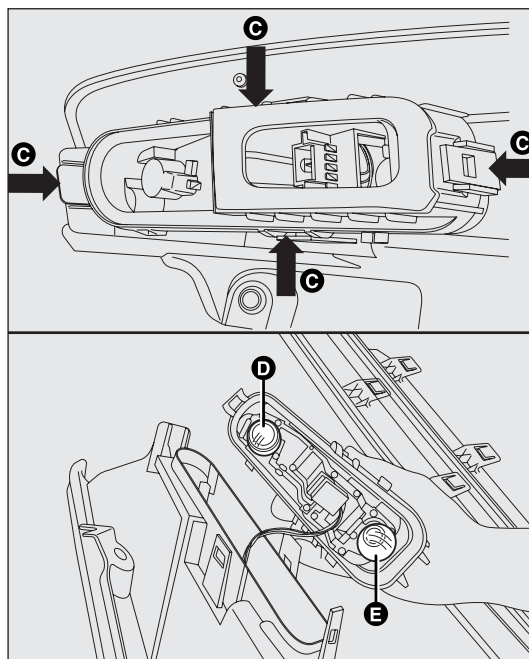

fig. 147
- décrocher la douille en agissant sur les fixations C-fig. 147 ;